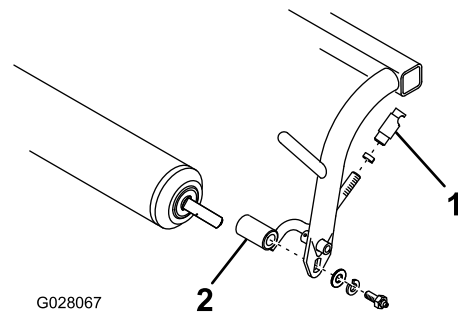

Bild 7
- A. Entfernen Sie die Befestigungen, mit denen die Rollenwelle und die Zuglenker an jedem Ende des Trägerrahmens befestigt sind (Bild 7).
- B. Montieren Sie die Rolle und den neuen Zuglenker mit den vorher entfernten Befestigungen am Trägerrahmen (Bild 7). Die Zuglenker müssen nach außen gebogen sein.
- C. Bringen Sie eine Klemmmutter und eine Kugelgelenkaufnahme an jedem Zuglenker an, wie in Bild 7 abgebildet.